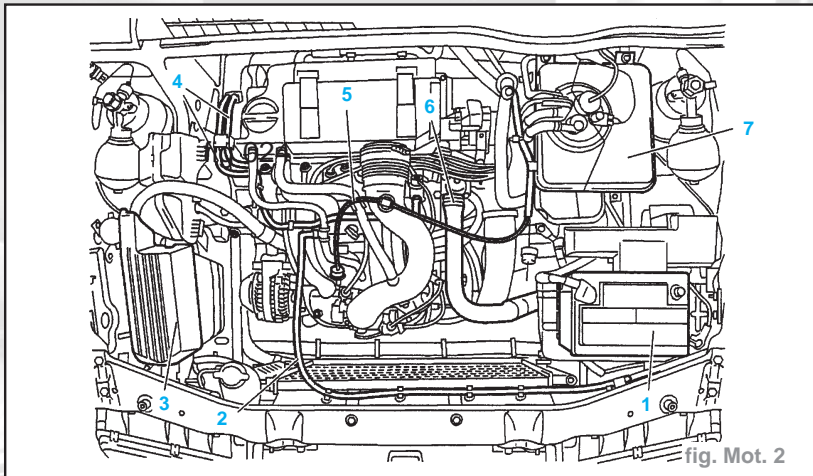

fig. Mot. 2
- la batterie (1) (fig. Mot. 2)
- le réservoir LHM (7)
- la boîte calculateur d'injection (3)
- Poser le protecteur LHM pour puits d'aspiration et réservoir LHM (2) (outil 9004-T).
- le câble d'accélérateur (5)
- la durite d'entrée d'eau radiateur (6)
- la durite encliquetable (2)